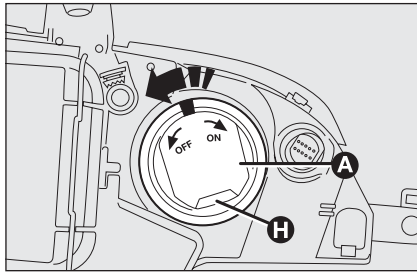
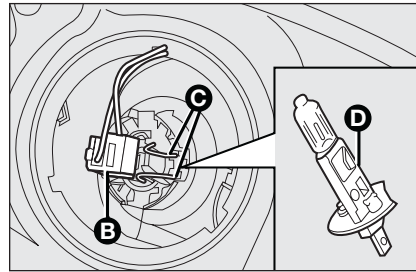

fig. 20
fig. 21
- ruotare il tappo **A-fig. 20** in senso antiorario e rimuoverlo;
- scollegare il connettore elettrico **B-fig. 21**;
- sganciare la molletta fermalampada **C-fig. 21**;
- estrarre la lampada **D-fig. 21** e sostituirla;
- riagganciare la molletta **C-fig. 21**, collegare il connettore elettrico **B** e inserire il tappo **A-fig. 20** ruotandolo in senso orario. Posizionare l'apertura di ventilazione **H-fig. 20** del tappo dall'alto verso il basso.